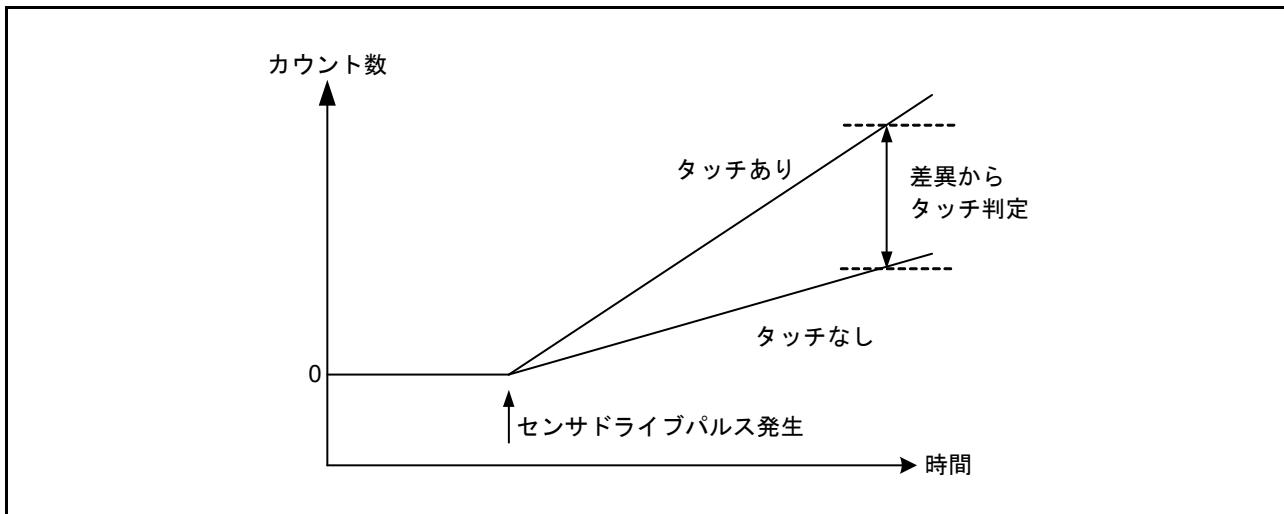

図 40.7 接触／非接触による計測値の変化
3. 手順 1. および 2. に示す電極の充放電を繰り返すことで、スイッチドキャパシタフィルタに電流が流れます。この時点で指が接近していれば、容量および流れる電流が変化します。TSCAP 電源を生成する回路からスイッチドキャパシタフィルタに流れる電流に比例した制御電流を ICO に供給することで、クロックを生成します。カウンタは、指が接近しているかどうかにより変化するクロック周波数を計測します。ソフトウェアは、カウンタから読み出した値に基づき指の接触を判断します（図 40.7）。